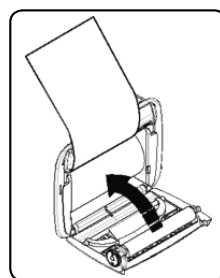

Figura 3
- Tirare la carta per farlo uscire come mostrato in Figura 3 e chiudere il pannello;